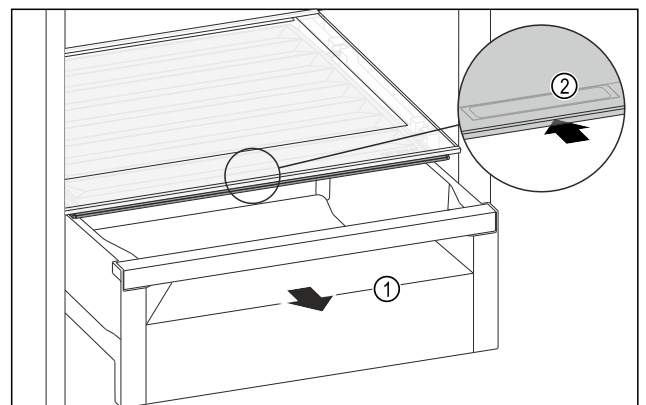

Fig. 140
- Schubfach Fig. 140 (1) herausziehen.
- ▶ Griffmulde Fig. 140 (2) am Fachdeckel anfassen und Fachdeckel gleichzeitig nach hinten schieben.